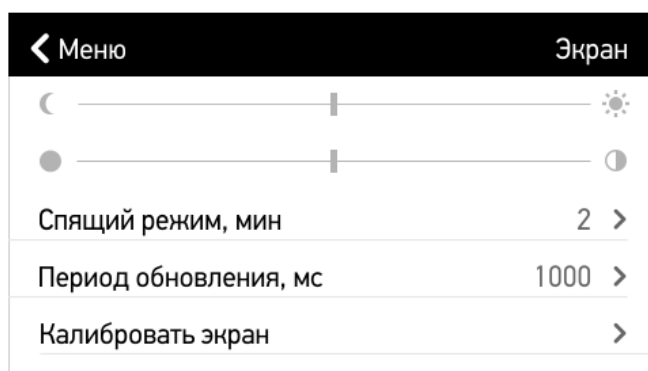

Рисунок 5.25. Меню «Экран».
- «Экран» (рисунок 5.25) позволяет изменять следующие настройки: